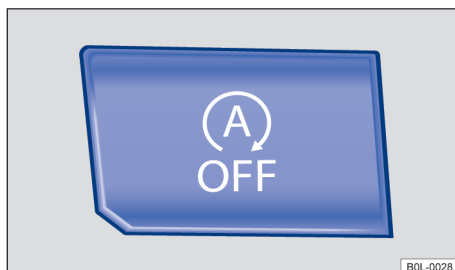

图 88 中控台上部：发动机自动启停系统的按钮
- 按下中控台上的按钮  → 图 88，手动关闭该系统。发动机自动启停系统处于关闭状态时，该按钮中的指示灯点亮。
- 再次按下中控台上的按钮  → 图 88，重新激活该系统。